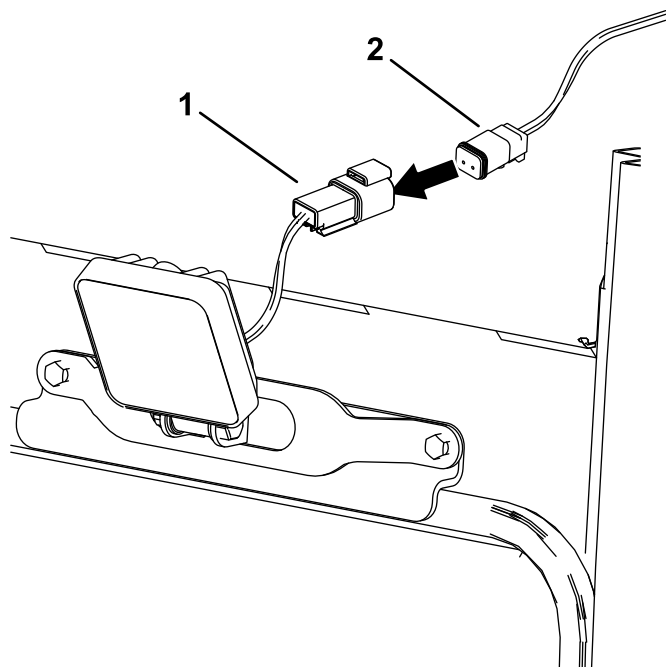

Figure 10
7. Branchez les connecteurs des projecteurs de travail aux projecteurs (Figure 10).